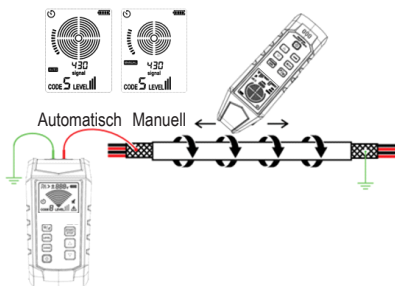

Abbildung 11.5.1a Abgeschirmtes Kabel verfolgen
5. Siehe Abbildung 11.5.1a für die spezifische Anwendung.